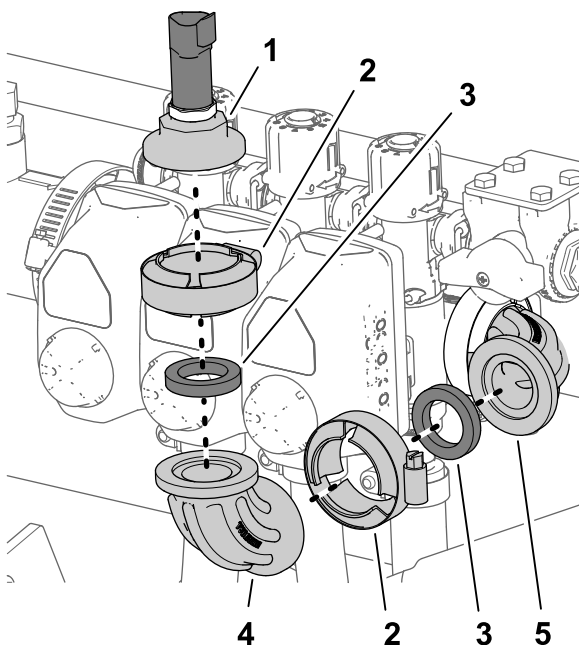

図 31
- 樹脂封入フィッティングキャップ、水圧トランスデューサ、ガスケットを右側ブームバルブ端部の90°エルボに固定しているフランジクランプを外して、キャップ、トランスデューサ、ガスケット 図 31。
を、ポート付き90° エルボから外す 図 31。
る 図 31。
asketを 90° エルボに固定する 図 31。